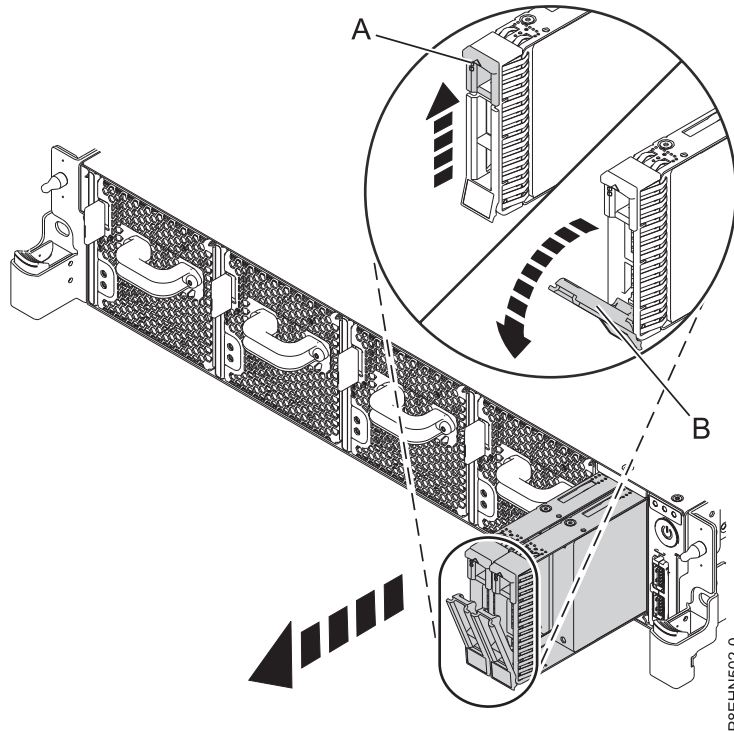

Figura 47. Detalle de bloqueo de la unidad de disco
4. Desbloquee el asa de la bahía de unidad **(B)** empujando hacia arriba el pestillo del asa **(A)**. El asa **(B)** se desenchaja hacia fuera. Si el asa no queda totalmente hacia fuera, la unidad no se desliza fuera del sistema. Consulte la Figura 47 en la página 39.